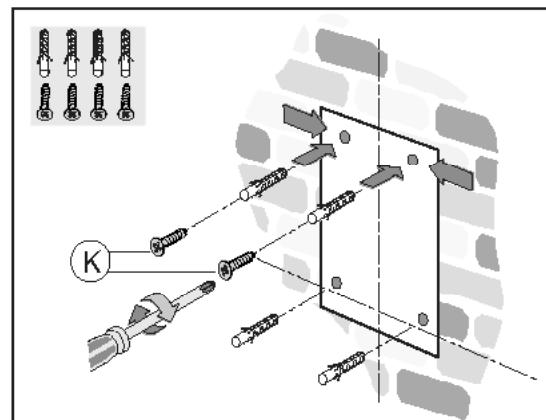

Fig.3
- Отметьте и просверлите крепежные отверстия (рис. 3).
- Вставьте 2 верхних шурупа **K**, не завинчивая их до упора, и расширительные вкладыши (рис. 3).